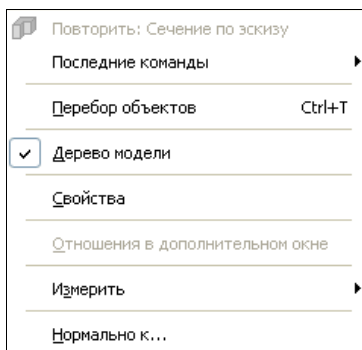

Рис. 9.10. Контекстное меню грани
- ◆ щелкните ПК и вызовите контекстное меню (рис. 9.10);